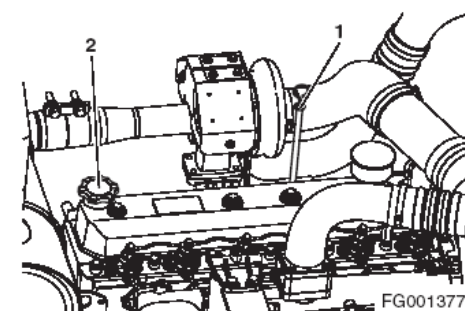

Рис. 13
2. Достать щуп (1, рис. 13) и вытереть масло чистой тряпкой.
5. Добавить гидравлическое масло через маслозаливную горловину двигателя (2, рис. 13), если уровень ниже метки "LOW" добавить масло.